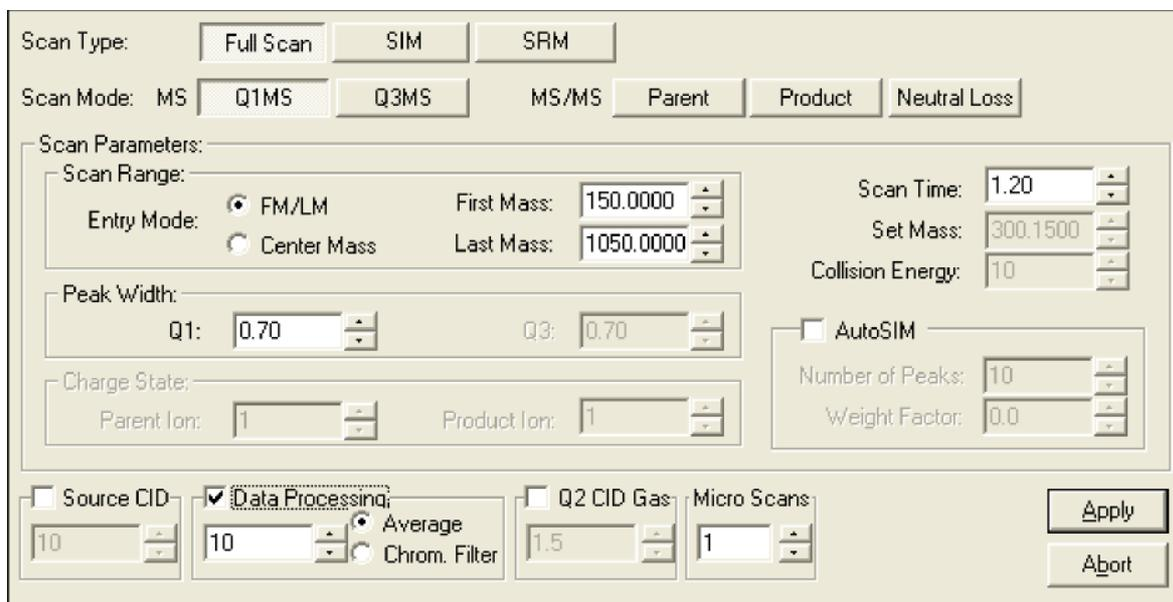

图 2-10. 定义扫描视图，图中显示的是 Q1MS 扫描模式设置
- a. Scan Parameters 的 Scan Range 框中，选择 Entry Mode: FM/LM 选项按钮。显示 First Mass 和 Last Mass，见图 2-10。